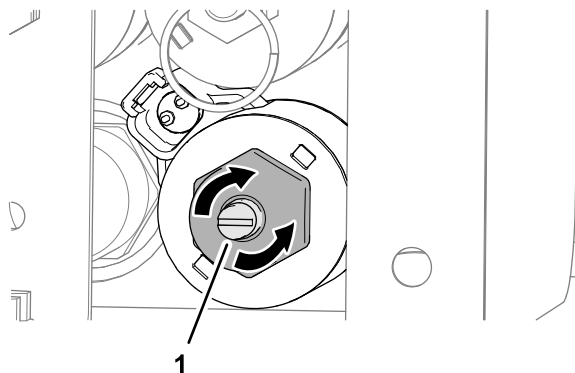

Figure 33
1. Tournez la vis à tête hexagonale de la vanne dans le sens horaire pour accroître la vitesse de la bande (Figure 33).